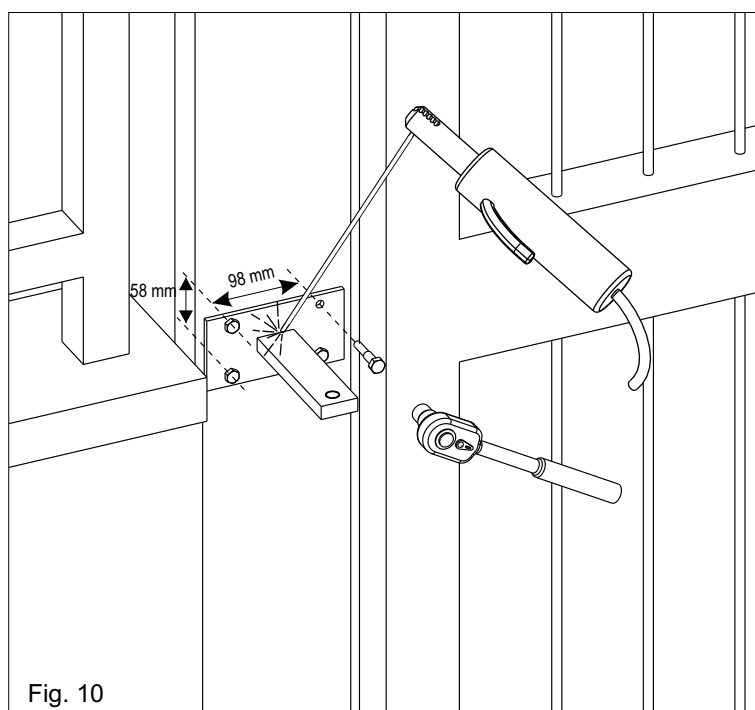
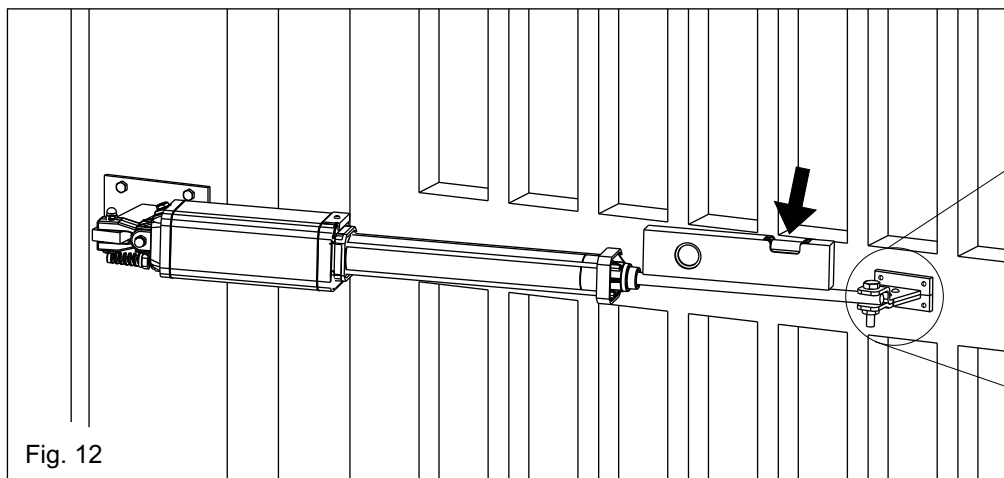

Fig. 10
Fig. 12
In base alla scelta del tipo di apertura (interna o esterna) e in base scelta della rotazione massima dell'anta (vedi pag. 5), la staffa deve essere prima tagliata rispettando la quota "a" di pag.5 e poi saldata come in fig.10.
Il supporto deve essere posizionato in modo che l'operatore risulti perfettamente orizzontale (Fig. 10 ,Fig.12).
- 4) Posizionare l'operatore in modo che risulti perfettamente orizzontale e quindi segnare la posizione dell'attacco anteriore (Fig. 12)